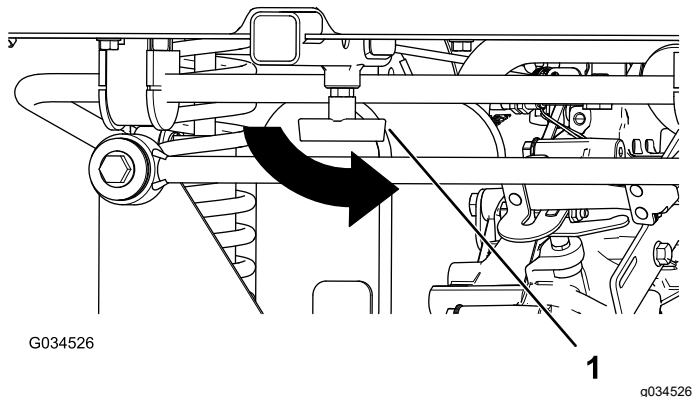

Figura 18
4. Apriete la maneta en T girándola en sentido antihorario (Figura 18).